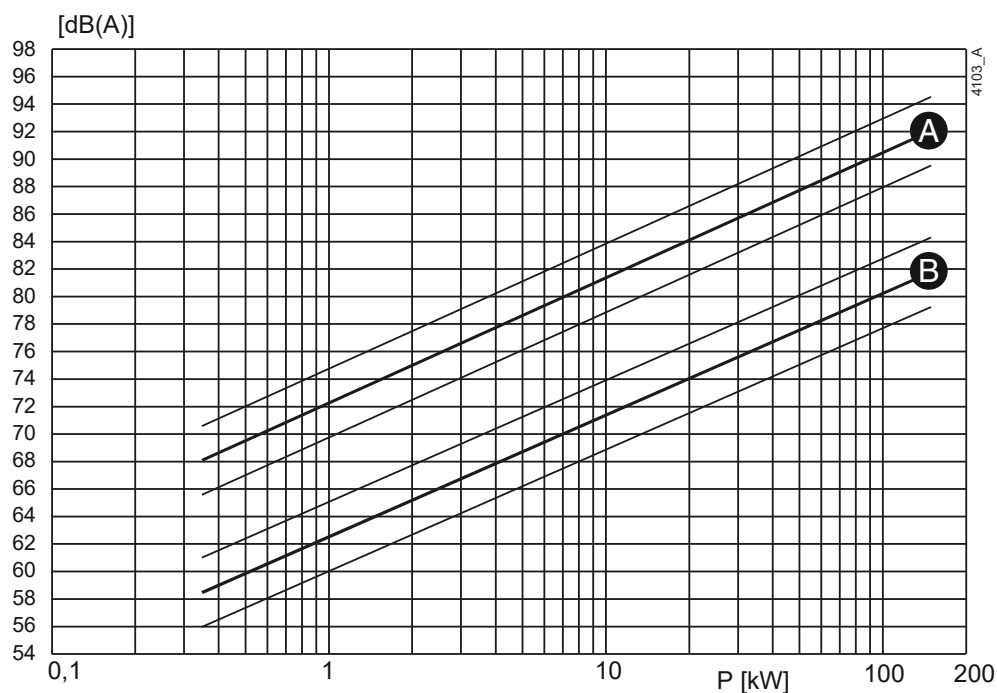
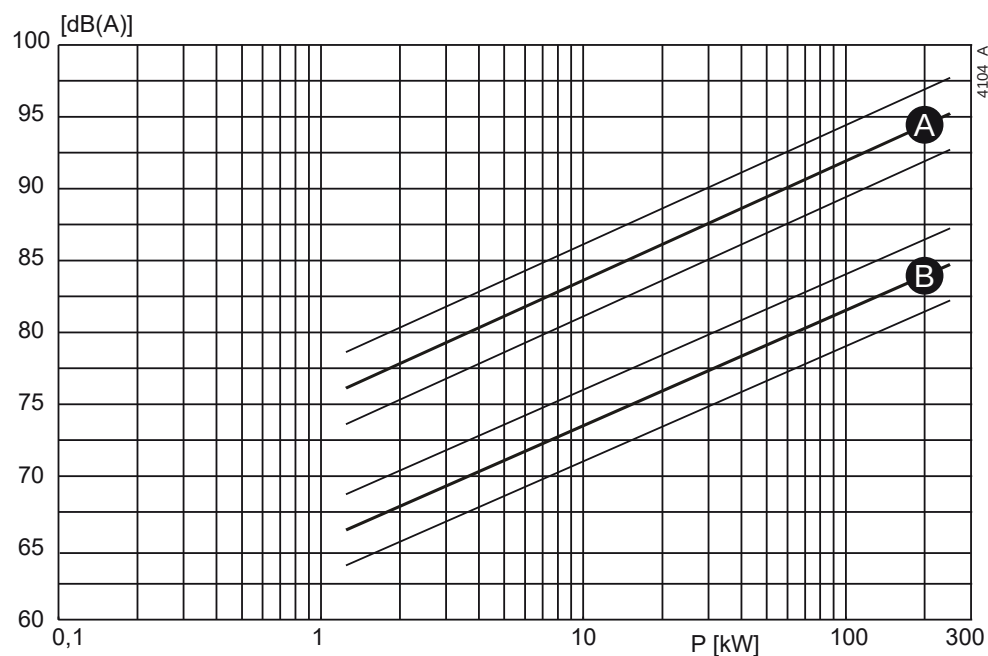

Figura 110: Nível de ruído em função da potência da bomba [kW] a 1450 min⁻¹
Figura 111: Nível de ruído em função da potência da bomba [kW] a 2900 min⁻¹
- 1 Determine o nível de ruído (L_1) da bomba. Consulte a figura 110 ou a figura 111.